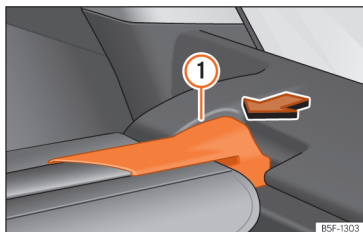

Fig. 182 În portbagaj: demontarea copertinei.
- Apăsați suportul copertinei portbagajului >>> **fig. 182 ①** în direcția indicată de săgeată.
- Cuplați suportul copertinei portbagajului >>> **fig. 182 ①** în locașul de pe partea opusă.